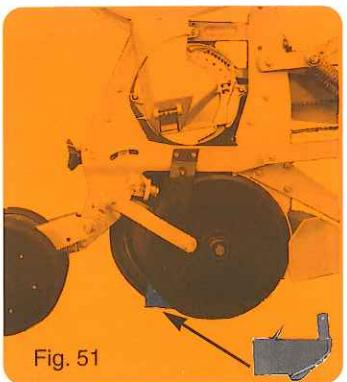

Fig. 51
- Soc étroit à placer entre les disques pour conserver le sillon ouvert plus longtemps en conditions sèches (fig. 51).
- Um die Saatfurche (bei trockenen Verhältnissen) länger offen zu halten, können zwischen den Doppelscheiben enge Schare (fig. 51) montiert werden.
- Narrow shoe (fig. 51) to be placed between the double discs, thus keeping the seed furrow open longer in dry conditions.
- Smal kouter dat geplaatst moet worden tussen de schijven om de voor langer open te houden wanneer de ondergrond droog is. (fig. 51)